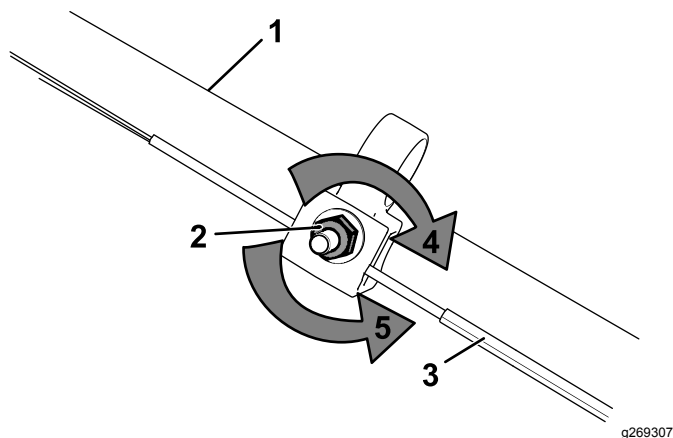

Figura 29
1. Girate il dado di regolazione in senso antiorario per allentare la regolazione del cavo (Figura 29).
- Regolate la tensione del cavo (Figura 29) tirandolo indietro o spingendolo in avanti e mantenendo quella posizione.